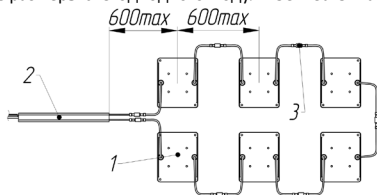

Рисунок 2 — Комплект светильников Geniled Griliato Tetris (на примере Комплекта 60Вт).
3.2. Комплект светильников Geniled Griliato Tetrис состоит из основных частей (см. рисунок 2):
5.1. Светодиодные модули соединены между собой при помощи проводов с коннекторами типа «Папа-Мама». Максимальное расстояние между центрами светодиодных модулей 600мм (см. рисунок 2). При необходимости увеличения расстояния между светодиодными модулями и между модулями и блоком питания необходимо использовать соединительный провод Geniled 1м (или 2м) с коннекторами «Папа-Мама» (приобретается отдельно). На одно соединение можно устанавливать не более одного соединительного провода.